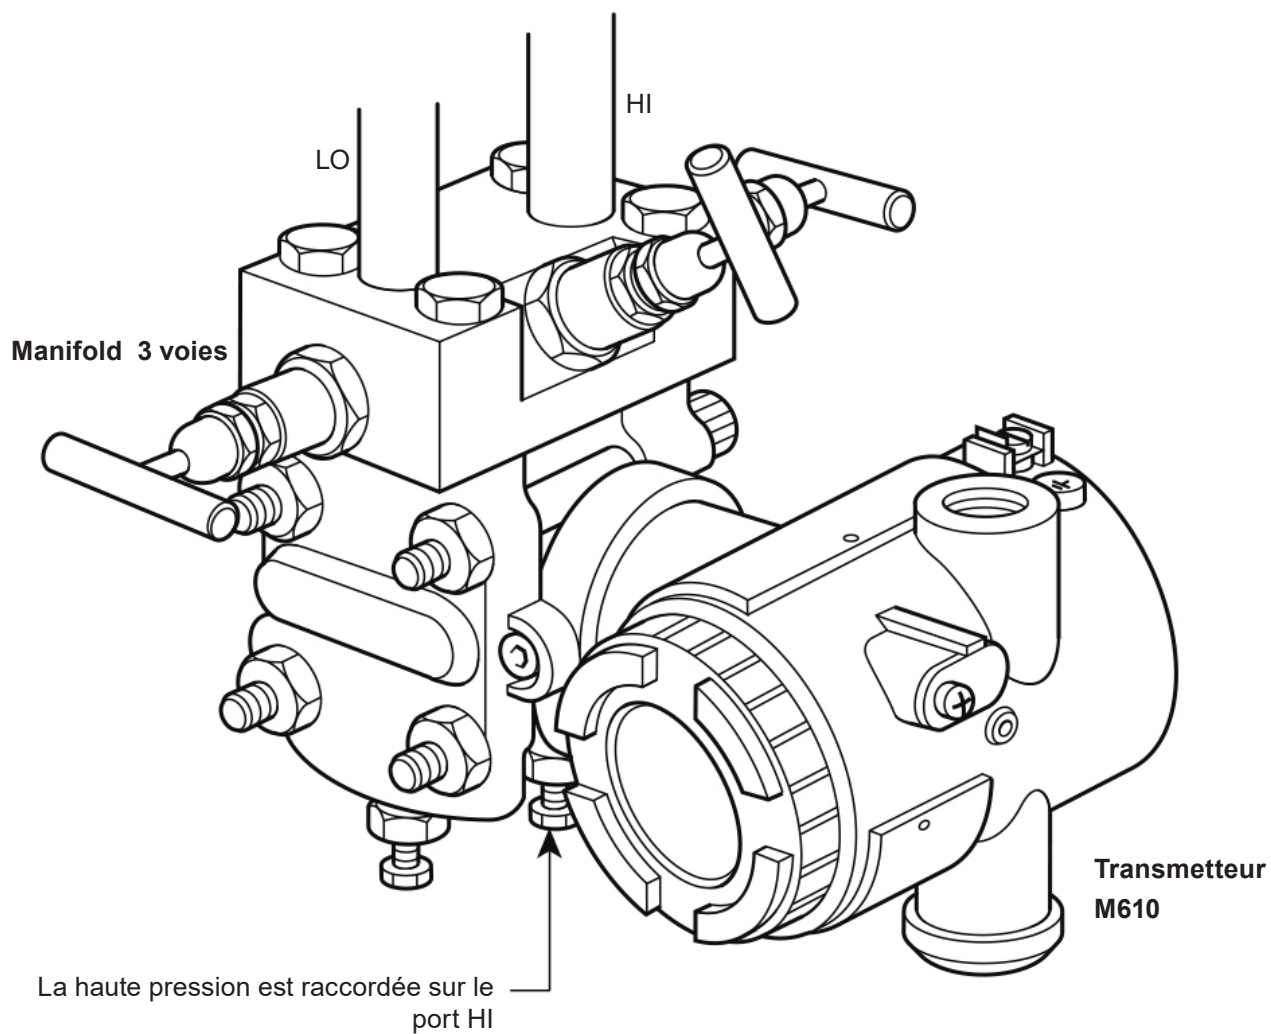

Fig. 16
- 7.2.7** En utilisant convenablement une pression étalon raccordée sur le port haute pression HI du transmetteur comme indiqué sur la Fig.16, appliquer une pression correspondant à la pression de réglage de l'appareil.